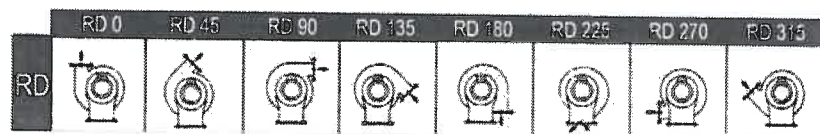

fig.8
- Roter la vis creuse exclusivement dans la direction de rotation indiquée dans la séquence en fig.8;
L'enrouleur est prédisposé à la livraison de façon que, la bouche de refoulement de l'aspirateur ait la direction RD270 (comme indiqué en fig.8) et c'est à dire, il sera parallèle au plan de fixage.